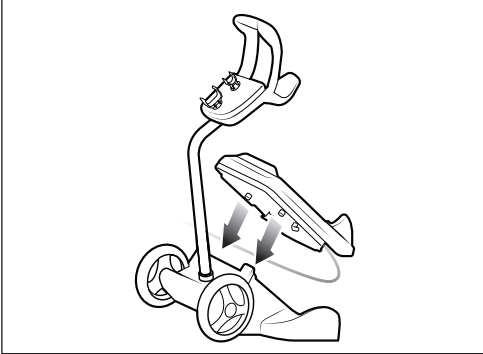

Figura 2. Montaje de la estación de carga
1. Inserte la estación de carga en el carrito de carga. Introduzca firmemente las guías de la estación de carga en los orificios del carrito de carga hasta que la estación quede bien sujeta (consulte la Figura 2).